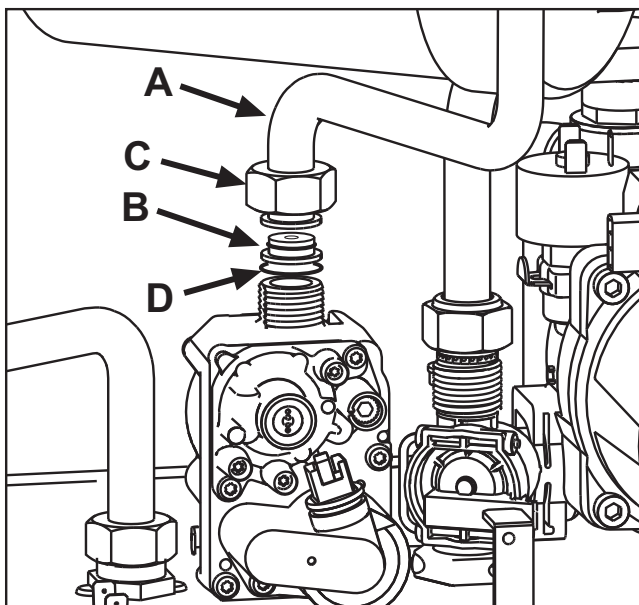

fig. 22
3. Desenroscar la tuerca **C** y desconectar el tubo **A** de la válvula del gas (fig. 22).
4. Sustituir el inyector **B** del tubo del gas por el que se incluye en el kit de transformación, interponiendo la junta **D** (fig. 22).